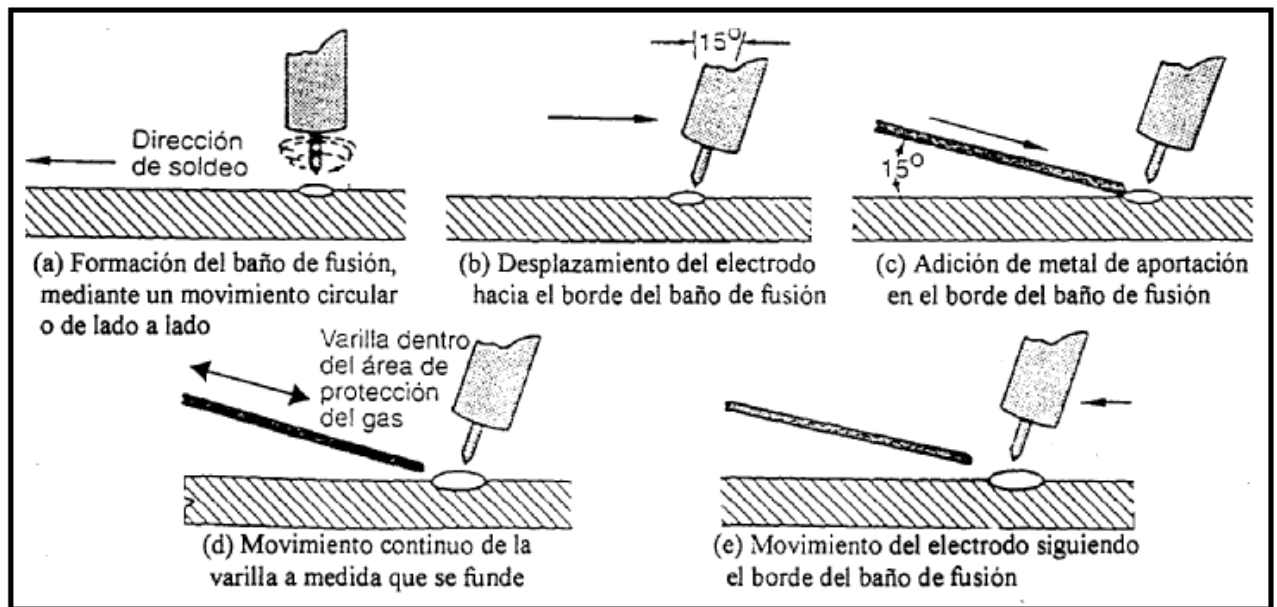

Fig.25
La fig.25 indica la técnica que se debe seguir para iniciar y efectuar el soldeo. Una vez cebado el arco, se realizará un movimiento circular con el electrodo hasta formar el baño de fusión, ver fig.25 (a), pasando después a un movimiento rectilíneo.
- La inclinación del porta electrodo será contraria al sentido de avance, formando un ángulo de  $75^\circ$  con la dirección de avance, o lo que es lo mismo un ángulo de  $15^\circ$  respecto a la vertical, ver fig.25 (b).
- La varilla formará un ángulo de aproximadamente  $150^\circ$  en sentido de avance, ver fig.25 (c).
- La varilla de aportación se introducirá en el baño de fusión con un movimiento de vaivén de recorrido máximo 6 mm. Sin que salga nunca la punta en estado incandescente del área de protección del gas, ver fig.25 (d).